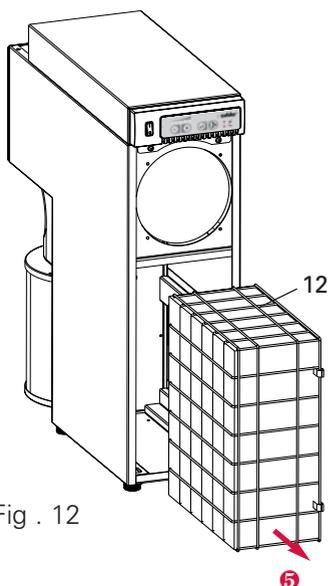

Fig . 12
- 5 Retirez le panier filtre vers l'avant (Fig. 12).